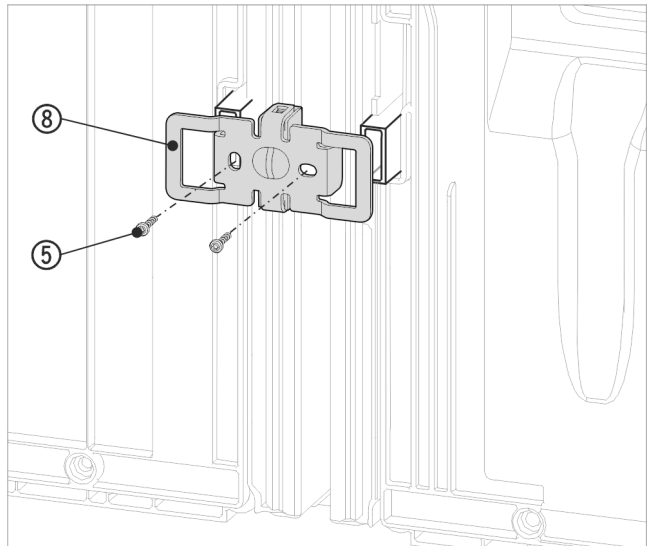

Fig. 18 Beispielhafte Darstellung
- Den Winkel Fig. 18 (8) erneut mit den Aussparungen über die Aufnahme für die Wandabstandshalter schieben.
- Mit 2 Schrauben Fig. 18 (5) fest anschrauben.